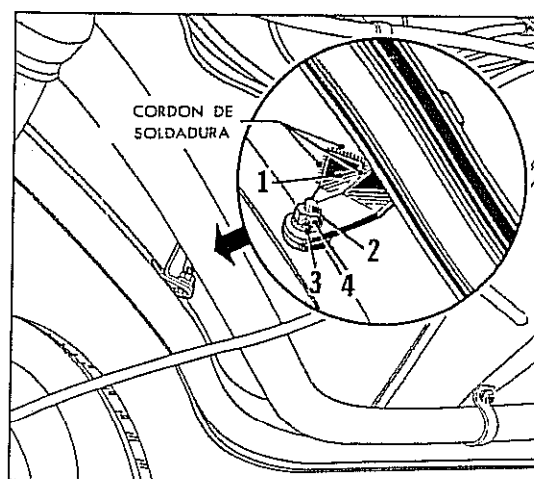

Fig. 119
4º) Quitar del larguero izquierdo del vehículo el soporte trasero de fijación del tubo intermedio de aire. Reemplazarlo por el nuevo soporte (1) (Pieza Nº 6071368), uniéndolo al larguero mediante un cordón de soldadura autógena. El tubo debe fijarse al soporte mediante un bulón (2) (Pieza Nº 10210801066), arandela grover (3) (Pieza Nº 10812008-66) y la tuerca (4) (Pieza Nº 10801008-56), (ver Fig. 119).